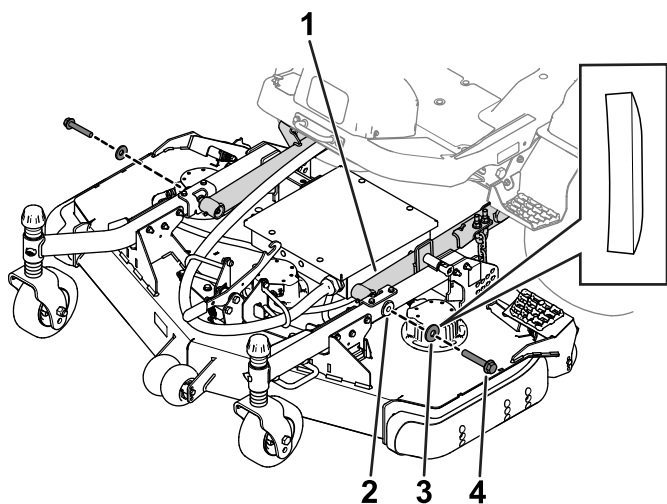

図 19
4. 昇降アームをキャスタアームに固定しているボルトとワッシャを取り外す (図 19)。